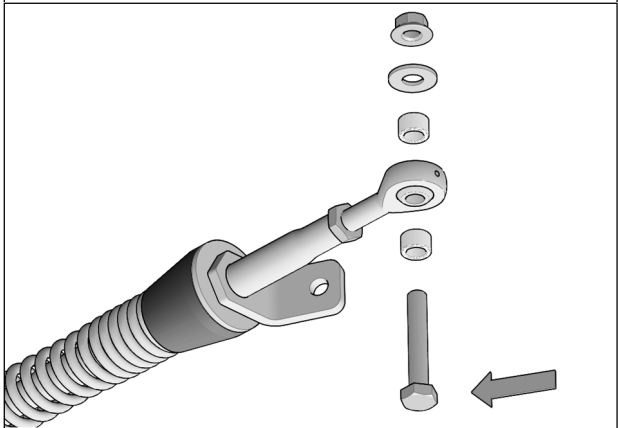

Fig. 12
4. Enlever les boulons, les rondelles et les espacers des rotules des bras stabilisateurs des systèmes avant. Insérer un boulon à l'extrémité de chacun des ancrages de suspension avant (A1-A2). Fig. 12